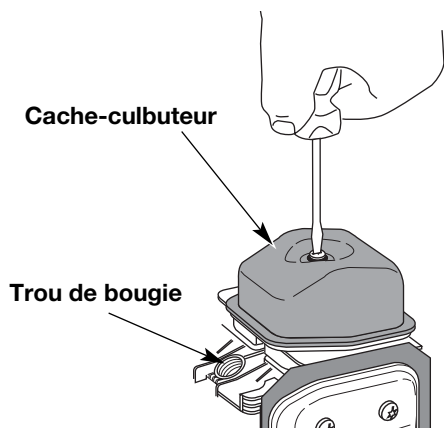

Fig. 25
6. Nettoyez toute saleté autour du cache-culbuteur. Retirez la vis retenant le cache-culbuteur à l'aide d'un tournevis à lame plate large ou à mèche no. T-25 Torx (Fig. 25). Enlevez le cache-culbuteur et le joint.
- Le piston est au sommet de sa course lorsqu'on regarde par le trou de la bougie (Fig. 25)